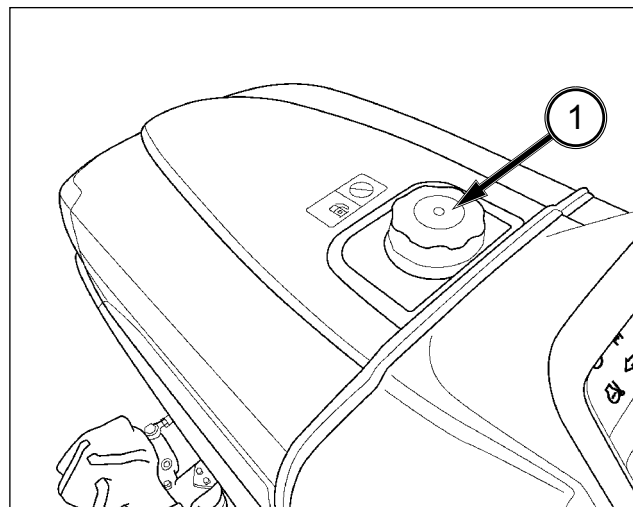

FIG. 109
FIG. 109 : Quand vous enlevez le bouchon de remplissage (1) du réservoir de carburant, vous pouvez entendre un sifflement ou un bruit sec. Ce bruit, dû à la conception du bouchon, est normal. Ne modifiez pas le bouchon et n'utilisez pas un bouchon non homologué car cela pourrait provoquer une fuite de carburant en cas de retournement du tracteur.